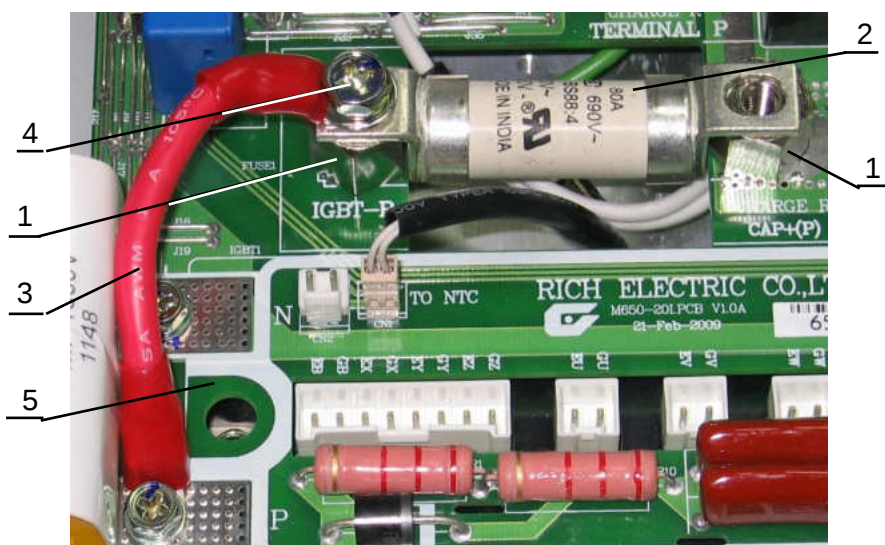

Рис.7.21
- 7.9.2. Установить на токоведущие стойки (1) предохранитель (2) (рис.7.21).
- 7.9.3. Закрепить винтом (4) свободный наконечник провода (3) и клемму силового предохранителя (2) на токоведущей стойке (1), обозначенной «**IGBT-P**» (рис.7.21). Обратить внимание, чтобы наконечник провода (3) находился поверх клеммы силового предохранителя (2).